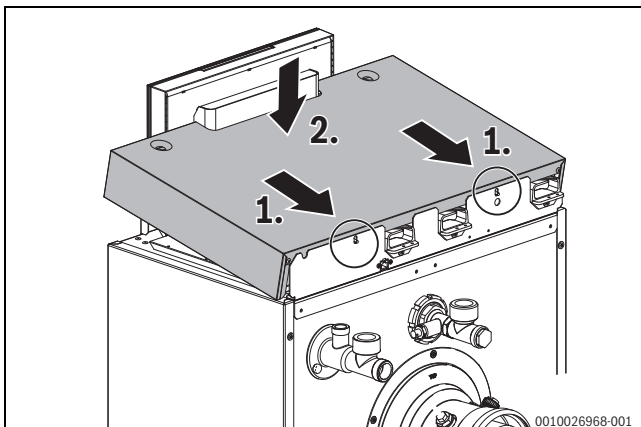

Bild 22 Kesselhaube montieren
- Kesselhaube mit den Pins in die Rückwand einsetzen und nach unten klappen (→Bild 22)